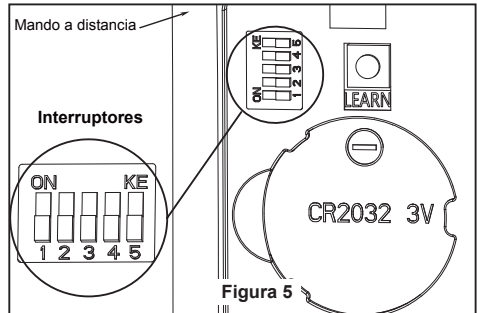

Figura 5
- ☐ 5. Para configurar el código del mando a distancia, Mueva los interruptores de código hasta colocar el código de selección en la posición arriba o abajo. Con un destornillador pequeño o con una lapicera (no se incluye) deslice firmemente hacia arriba o hacia abajo. (Figura 5)